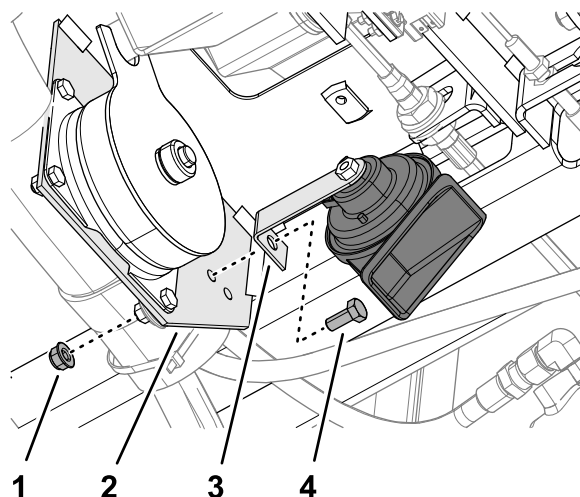

Bild 10
1. Befestigen Sie die Halterung der Hupe mit einer Kopfschraube (5/16" x 3/4") und einer Sicherungsbundmutter (5/16") an der Kupplungsplatte (Bild 10).